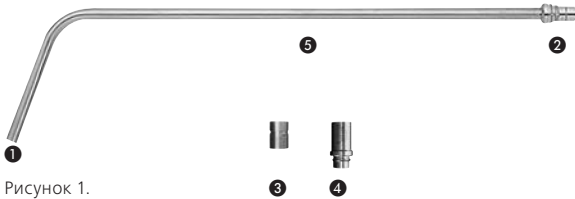

Рисунок 1.
Зажим для крепежных колец SynFrame (387.347) и держатель для оптики (387.365), используемый для подсоединения световодного стержня к крепежному кольцу SynFrame (387.336) и полукольцу SynFrame (387.337), могут прикрепляться к световодному стержню SynFrame по всей длине вала световодного стержня SynFrame (см. рисунок 1, 5).
- При помощи ваты, смоченной в спирте (70%-ный этанол) или нейтральном чистящем средстве, удалите загрязнения с оптических поверхностей (см. рисунок 1, 1 и 2).
- При помощи ваты, смоченной в спирте (70%-ный этанол) или нейтральном чистящем средстве, удалите остатки загрязнения с оптических поверхностей (см. рисунок 1, ❶ и ❷).
Перед стерилизацией убедитесь, что световодный стержень SynFrame и, в частности, оптические поверхности (см. рисунок 1, ❶ и ❷) очищены, и что осмотр световодного стержня SynFrame не выявил никаких изменений, ограничивающих его использование.
| Слишком слабое освещение | <ul style="list-style-type: none"> – Загрязненные поверхности оптических волокон (рисунок 1, ❶ и ❷) – Трудноудаляемый осадок, образующий корку на оптоволоконных поверхностях – Неправильное подключение светового кабеля – Неисправное оптоволоконно – Неисправный световой кабель или источник света | <ul style="list-style-type: none"> – Очистите поверхности оптоволоконка, следуя инструкциям (ручная очистка) – Удалите осадок, следуя инструкциям, или проверьте качество воды – Проверьте правильность подключения светового кабеля – Выполните проверку волоконной оптики согласно инструкции – Проверьте разъем светового кабеля и источник света |
| Желтоватый оттенок света | <ul style="list-style-type: none"> – Загрязненное оптоволоконно – Загрязненный или неисправный разъем светового кабеля | <ul style="list-style-type: none"> – Очистите поверхности оптических волокон (рисунок 1, ❶ и ❷). При необходимости отправьте световодный стержень SynFrame на техобслуживание – Проверьте разъем светового кабеля (например, путем освещения белой поверхности) |